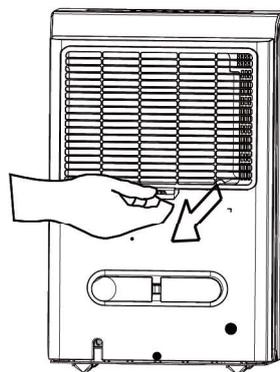

Fig. 14
- Pentru a îndepărta filtrul, îndepărtați-l din suport (vezi Fig. 14).